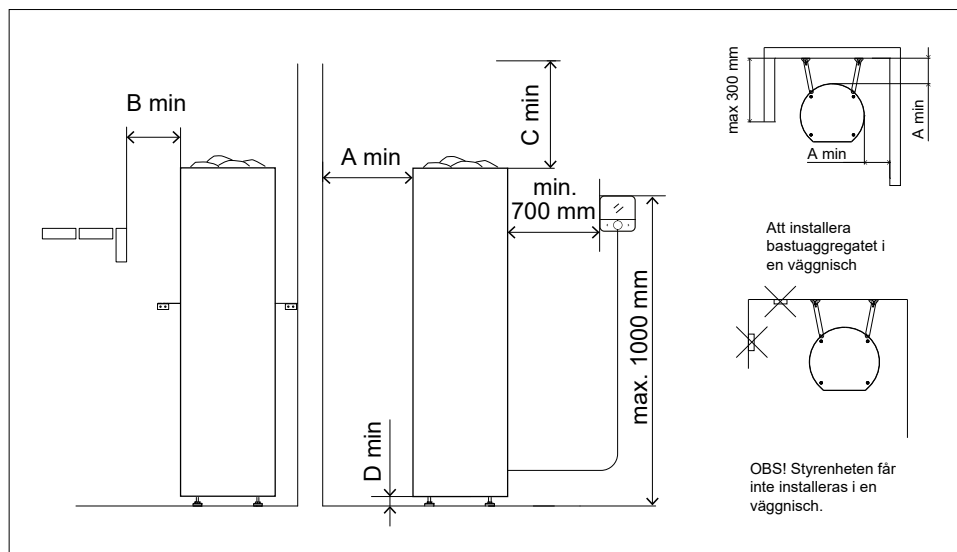

Bild 4. Minimisäkerhetsavstånd till aggregatet
Vid behov kan man bygg ett skyddsräcke runt bastuaggregatet. Vid planeringen ska man alltid följa minimiskyddsavstånden till brännbara material så skyddsavstånden som anges i anvisningarna från de brännbara strukturerna (Bild 4 och tabell 2).
- Bastuaggregatet kan också installeras i en väggisch. Se bild 4.
- Styrpanelen får inte installeras på platser där temperaturen överstiger den maximala temperaturen på 80° C. Om styrpanelen installeras i basturummet ska installationsplatsen vara minst på ett minimiskyddsavstånd (0,7 m) från bastuaggregatet och högst en meter (1 m) från golvet (se bild 4). Strömkablarna och styrpanelens kabel ska inte installeras bredvid varandra för att undvika störningar.